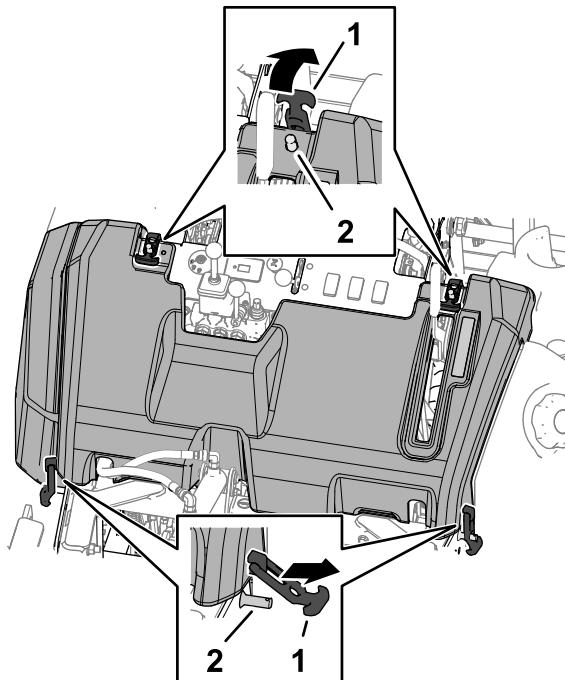

Figure 63
- Levez les attaches pour les dégager des 4 goupilles de verrouillage (Figure 63).